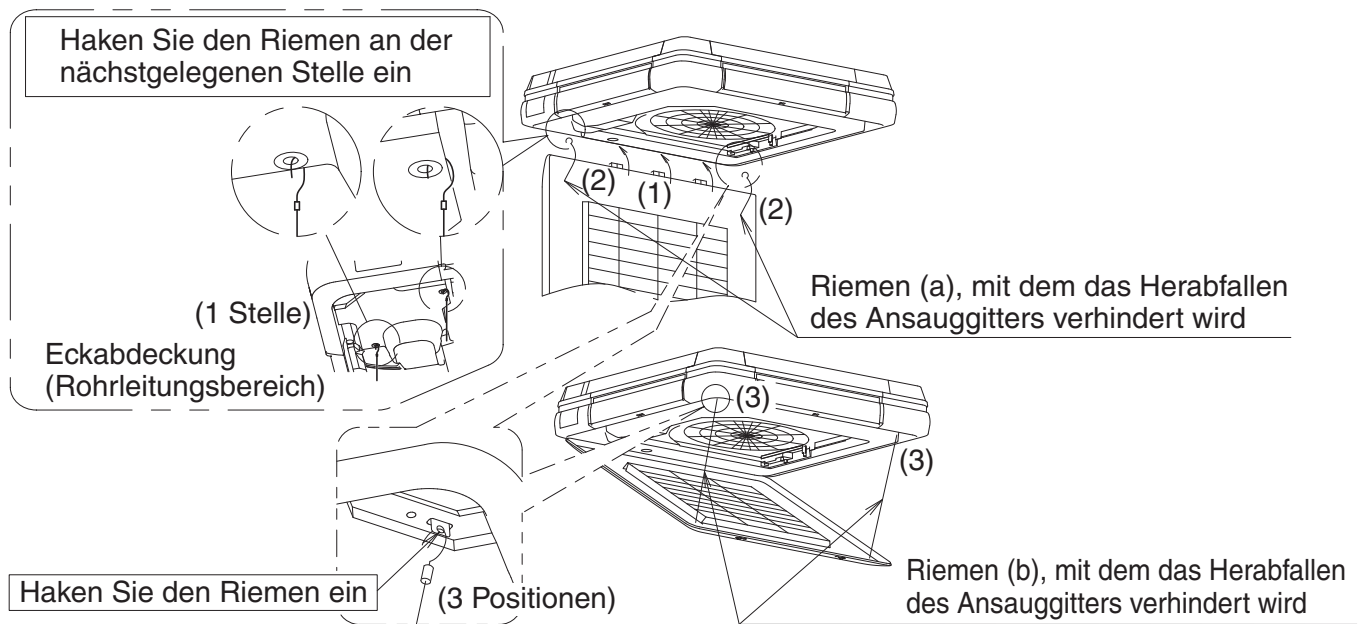

Abb. 49
- Nach dem Anbringen des Ansauggitters in umgekehrter Reihenfolge als der im Abschnitt **“4. VORBEREITUNG VOR DER INSTALLATION - (3)”** beschriebenen (**Siehe Abb. 49-(1)**), haken Sie den Riemen (a) ein, um ein Herabfallen des Ansauggitters zu verhindern (**Siehe Abb. 49-(2)**).
- Haken Sie den Riemen (b) ein, um ein Herabfallen des Ansauggitters zu verhindern. (**Siehe Abb. 49-(3)**)